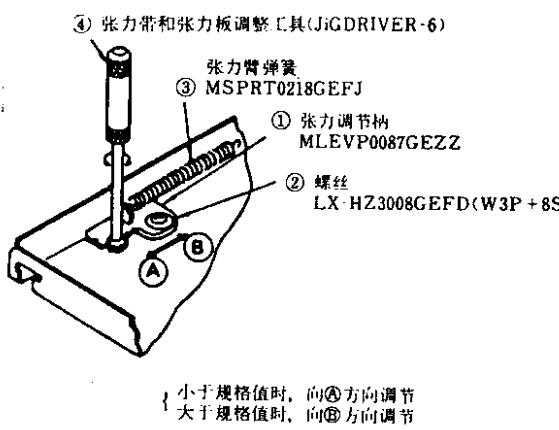

图1-13
- 如果所测磁带张力小于规定值，应按图1-13所示，沿箭头→④方向用张力带和张力板调整工具④，调节张力调节板的位置，然后用螺丝②紧固。
- 如果所测磁带张力大于规定值，则按图1-13所示，沿箭头→④方向用张力带和张力板调整工具④，调节张力调节板的位置，然后用螺丝②紧固。